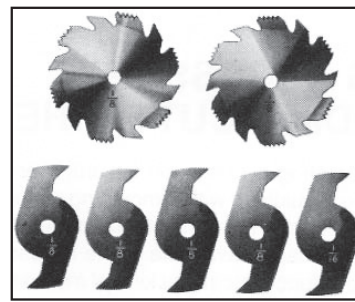
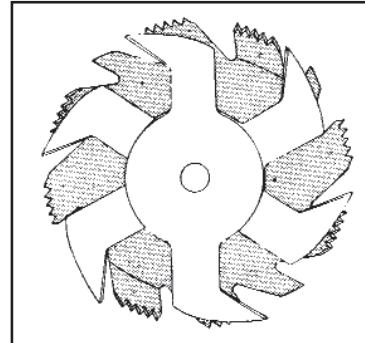
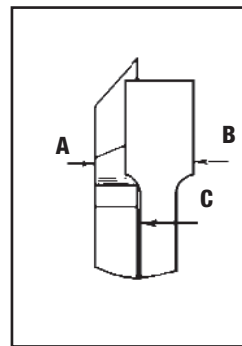

Fig. 44
Fig. 45
Fig. 46
1. RANHURAR é cortar um entalhe ou um sulco largo na peça. A maioria das fresas para ranhura é feita de duas serras externas e quatro ou cinco fresas internas (Fig. 44). Várias combinações de serras e fresas são usadas para cortar entalhes de 0,32 cm a 2,0 cm para a fabricação de prateleiras, juntas, espigas e respigas, entalhes, etc. As fresas são bem endentadas e devem ser dispostas de modo que estas endentações se encaixem nos dentes das serras externas, como mostra a Fig. 45. A sobreposição da serra e da fresa é mostrada na Fig. 46, (A) sendo a serra externa (B) uma fresa interna e (C) arruela(s) de papel, usada(s) conforme necessário para controlar a largura exata do entalhe. Um entalhe de 60 cm é cortado por duas serras externas. Os dentes da serra devem estar posicionados de modo que a endentação em uma serra esteja ao lado dos dentes de corte da outra serra.